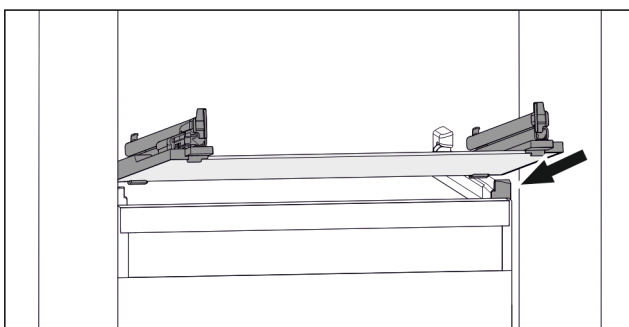

Fig. 140 Exemple de représentation de la tablette en verre
- Placer la tablette en verre, en l'inclinant, derrière les butées. (voir Fig. 140)